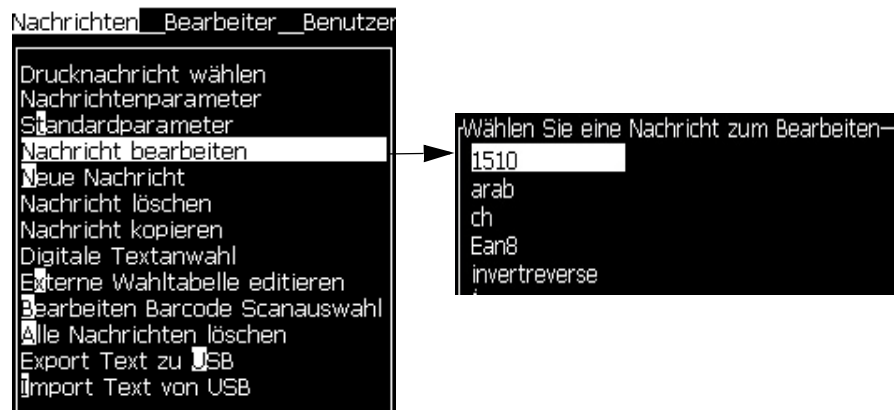

Abbildung 5-51: Option Edit Message (Nachricht bearbeiten)
- 2 Wählen Sie *Edit Message (Nachricht bearbeiten)*. Das Dialogfeld *Select Message To Edit (Wählen Sie eine Nachricht zum Bearbeiten)* erscheint. Siehe Abbildung 5-51.